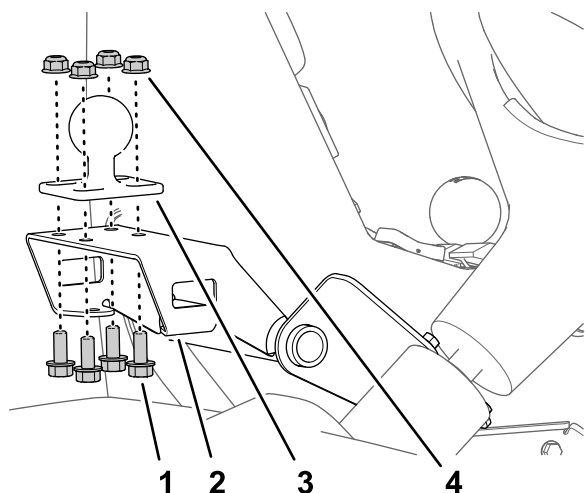

Figura 173
1. Monte el soporte de bola en el soporte del monitor (Figura 173) con los 4 pernos con arandela prensada (5/16" x 3/4") y 4 contratuercas con arandela prensada (5/16").